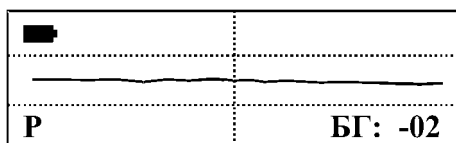

Рис. 13
- при успешной балансировке, прибор проиграет мелодию и перейдет в режим ручной балансировки по грунту (Рис. 13):